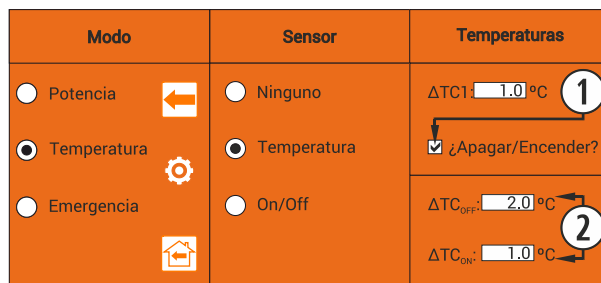

Figura 32
①	Usuario enciende estufa manualmente.
②	Temperatura objetivo seleccionada en menú principal.
③	$\Delta TC_1$ por defecto $1^\circ C$ (ver figura 32).
④	Cambia a nivel 1 (mínimo).
⑤	Cambia a nivel 9 de funcionamiento.
⑥	$\Delta TC_{OFF}$ Diferencia de temperatura para apagado.
⑦	Apagado de estufa por temperatura ambiente.
⑧	$\Delta TC_{ON}$ Diferencia de temperatura para encendido.
⑨	Encendido por demanda de temperatura.